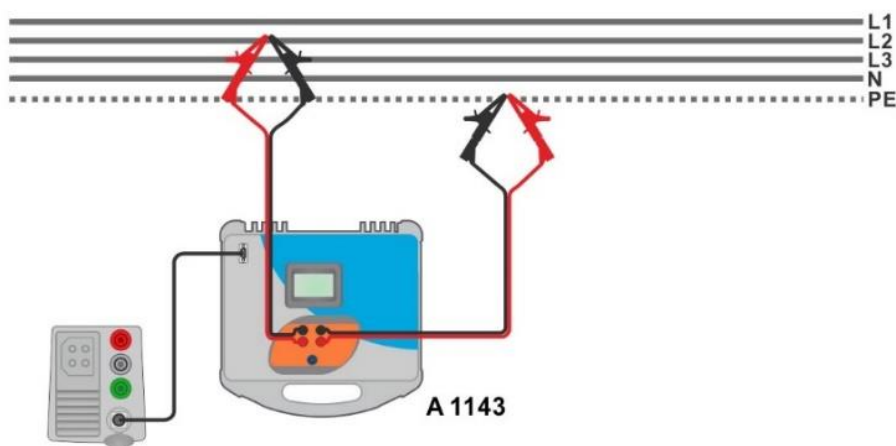
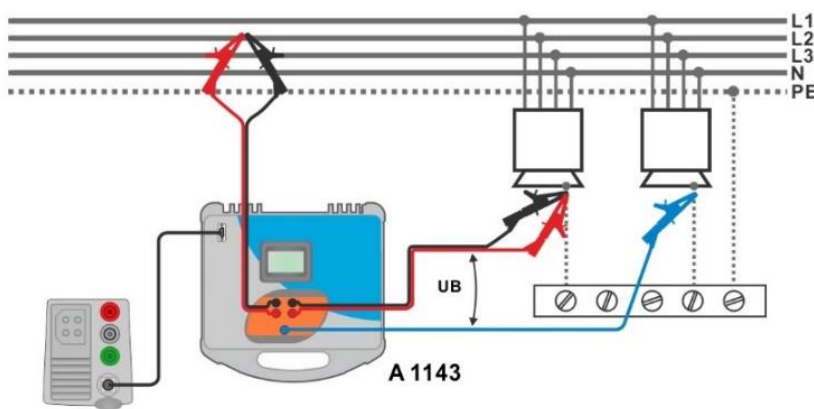

Fig. 4.51: Høj præcisions loopimpedans måling – Forbindelse til A 1143
Fig. 4.52: Kontaktpændings måling – Forbindelse til A 1143
- › Forbind testledningerne til objektet der skal testes, se **Fig. 4.51** og **Fig. 4.52**.